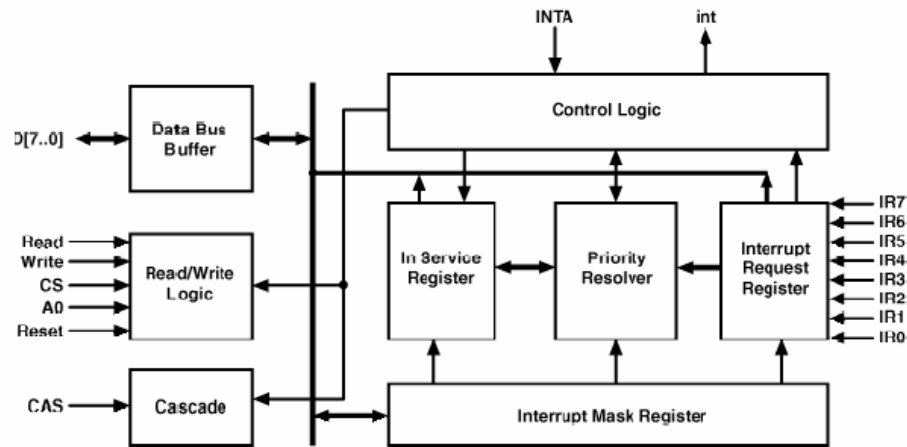

Fig. 6.5: Diagrama de blocos do controlador de interrupção 8259
A cada solicitação de interrupção o controlador de interrupção envia um pulso alto para o 8085 através do pino INTR. O 8085 envia de volta um sinal baixo *INTA* (Interrupt Acknowledge) de reconhecimento de interrupção. A seguir o 8259 envia o código de operação da subrotina, ao qual o 8085 responde com outro sinal *INTA* baixo solicitando o byte inferior do endereço da subrotina. Após o envio do byte inferior de endereço um outro sinal *INTA* baixo é enviado pelo 8085 solicitando o byte superior do endereço da subrotina. A seguir, o conteúdo do contador de programa (PC) é enviado para a pilha e o processamento é desviado para o endereço indicado. A Fig. 6.5 mostra o diagrama de blocos do controlador 8259.